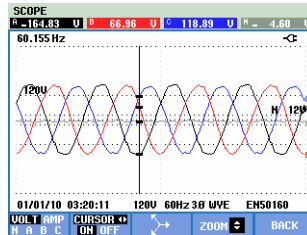

Figura 23-3. Visualizzazione forma d'onda con cursore e zoom attivati
- I tasti freccia su/giù consentono di gestire lo zoom verticalmente (Figura 23-3).